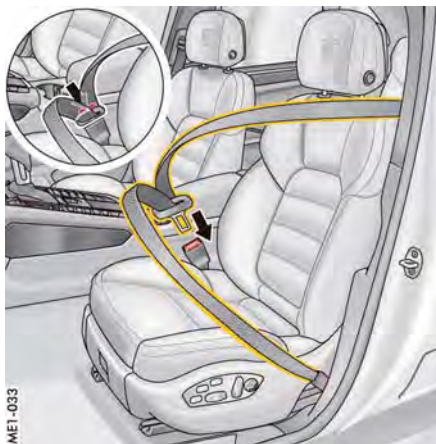

図75：シートベルトを着用する
4. シートベルトのラッチは、着座しているシート側部のバックルにカチッと音がするまで確実に差し込んでください（図75）。
2. バックルの赤色のボタンを押してください（図75）。